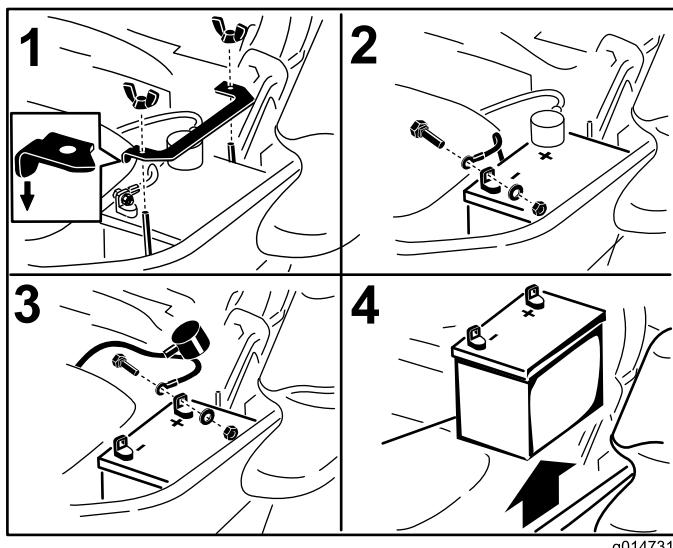

Bild 46
3. Klemmen Sie zunächst das Minuskabel (schwarz) vom Minuspol (-) (schwarz) der Batterie ab (Bild 46).
4. Schieben Sie die rote Polkappe vom Pluspol (rot) der Batterie ab, und klemmen Sie das Pluskabel (+) (rot) ab (Bild 46).
5. Nehmen Sie die Flügelmutter ab, mit denen die Batterieklemme befestigt ist (Bild 46).
6. Nehmen Sie die Klemme ab (Bild 46).
1. Legen Sie die Batterie in den Ständer, sodass die Klemmen auf der anderen Seite des Hydraulikbehälters sind (Bild 46).
4. Befestigen Sie die Kabel mit zwei Schrauben, 2 Scheiben und 2 Sicherungsmuttern (Bild 46).
6. Setzen Sie die Klemme auf und befestigen Sie sie mit der Flügelmutter (Bild 46).